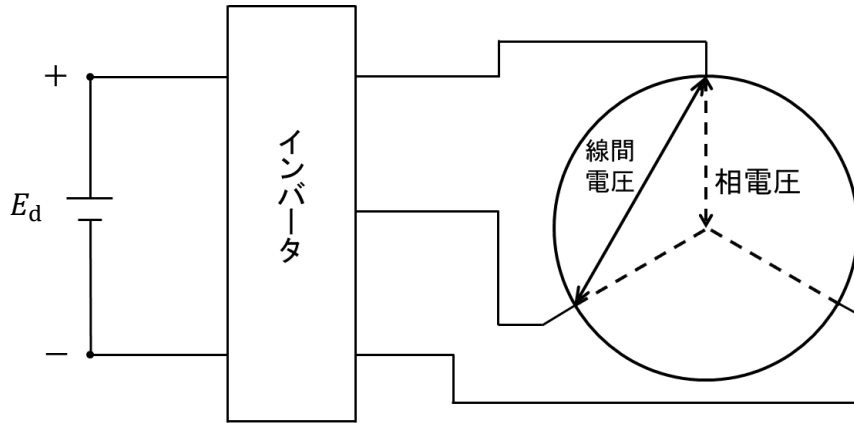

図2 相電圧実効値と線間電圧実効値の関係
- (4) インバータの直流入力電圧  $E_d=1,500$  [V] に対する主電動機の線間電圧実効値 [V] を求め、解答欄 ⑤ に記入しなさい。ただし、(3) で求めた  $k$  の値を用いて、さらに直流入力電圧  $E_d$  が正弦波の正負振幅として与えられること、正弦波の振幅と実効値の関係、相電圧と線間電圧の関係 (図2 参照) を考慮すること。なお、解答の数値に小数以下がある場合は、小数第1位を四捨五入して整数で解答しなさい。